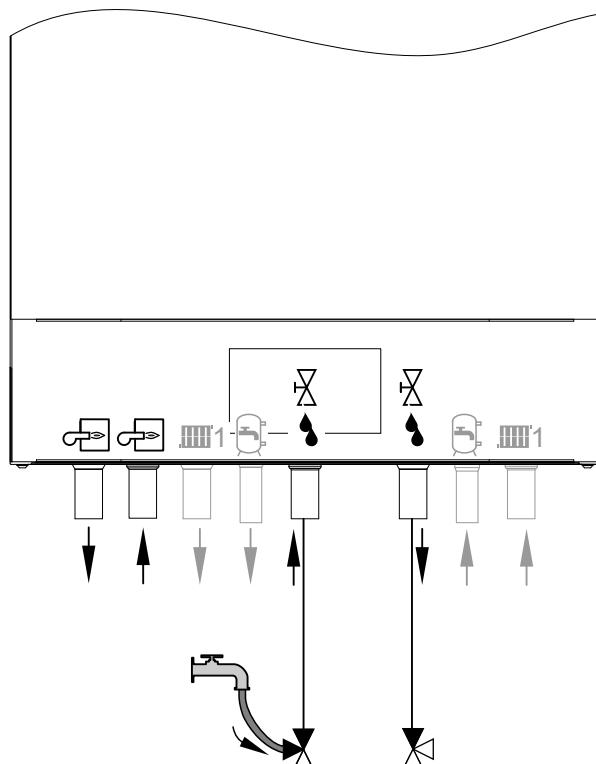

Abb. 65
- 3-Wege-Kugelhahn im Einlass Befüll- und Spülanschluss gemäß Abb. 65 öffnen.